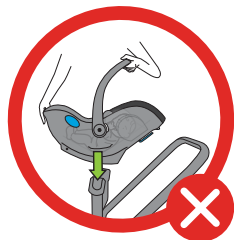

Figura 84
- Con el niño debidamente asegurado en el portabebé, coloque el portabebé de manera que los puntos de sujeción para la carriola en el portabebé estén posicionados directamente sobre los adaptadores del asiento de seguridad de la carriola, y baje el portabebé sobre los adaptadores, como se muestra en la **Figura 84**.